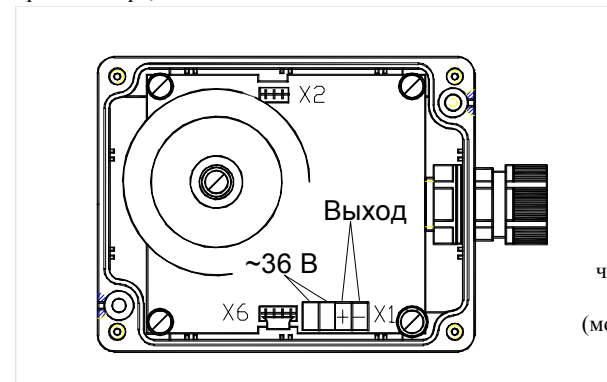

Рис.8.
5.3.1. Монтаж электрических цепей счетчиков-расходомеров моноблочного исполнения производить в соответствии с рис.8, для расходомеров раздельного исполнения – в соответствии с приложением 3.